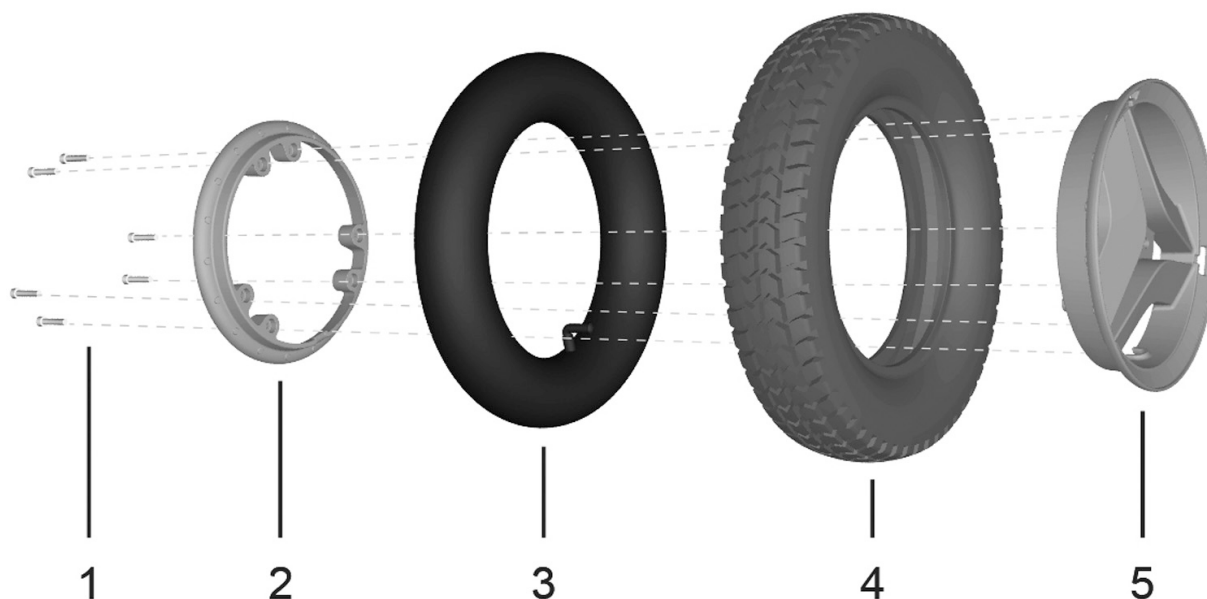

Abbildung 32. Montage eines Reifens auf geteilte Felge.
3. Die sechs Schrauben abmontieren, mit denen die beiden Felgenhälften montiert sind. Siehe Abbildung. 32.